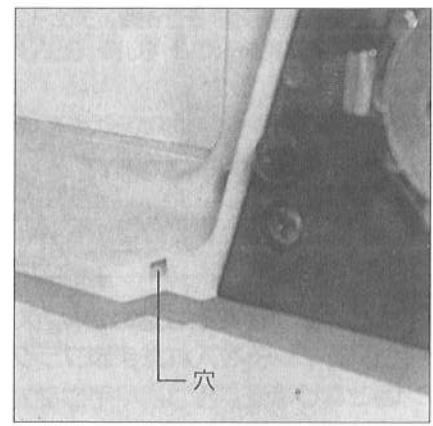

図9
■スプロケットカバーの下部にツメがあります。ツメを先に穴の中に差し込んでから締めつけてください。(図9参照)
⑥ソーチェーンの張り調整はガイドバー調整ネジで調整してください。